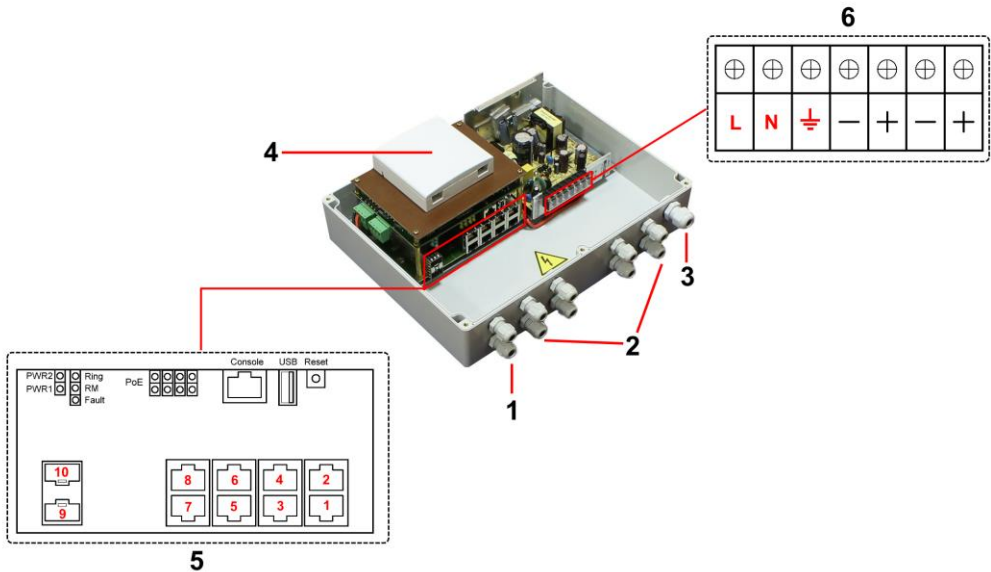

Рис. 4 Подключение уличного коммутатора SW-80802/WLC
1. Проденьте кабели витой пары через соответствующие отверстия гермовводов (2) снаружи внутрь бокса (рис.4).